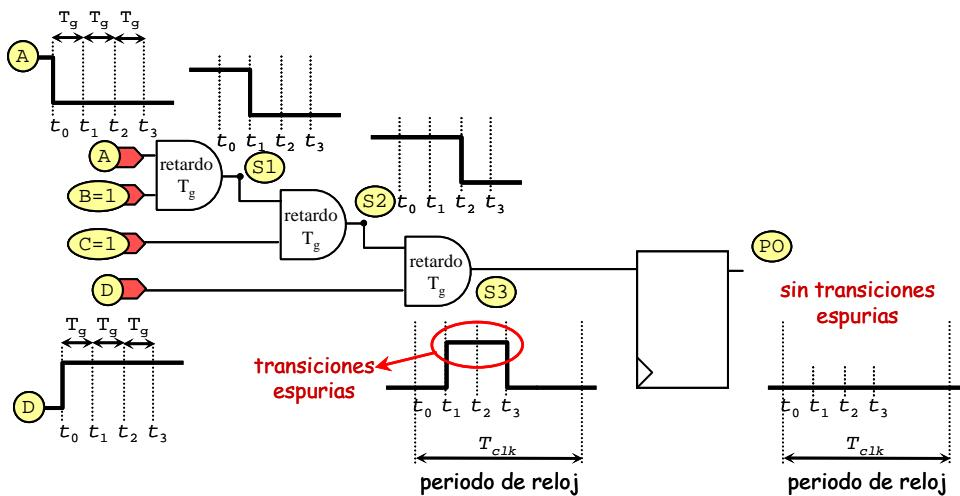

Figura 12.6: Eliminación de transiciones espurias con un biestable
Las transiciones espurias se producen por los retardos de las puertas (y también las interconexiones). En la figura 12.6 se puede ver cómo al cambiar la entrada A y D, se produce una transición espuria en la salida S3. La transición es espuria porque después de los retardos debidos a la propagación de las señales, la salida S3 mantendrá su valor original, por lo tanto son transiciones no deseadas. Si registramos esta salida, la transición espuria no se trasladará a la salida del biestable (PO) porque el tiempo de esta transición es menor que el periodo del reloj.